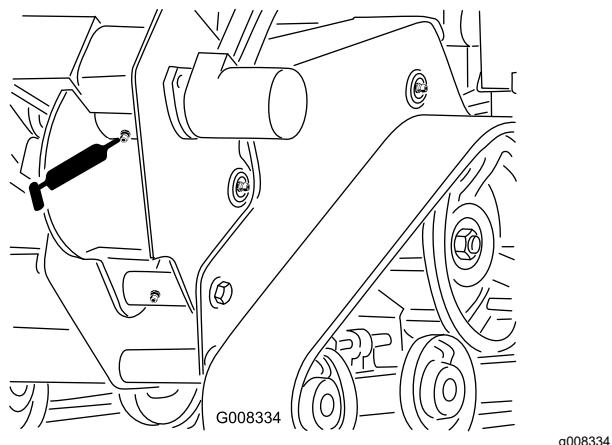

Figura 29
3. Limpie el punto de engrase del alojamiento de la zanjadora con un trapo y conecte una pistola de engrasar (Figura 29).